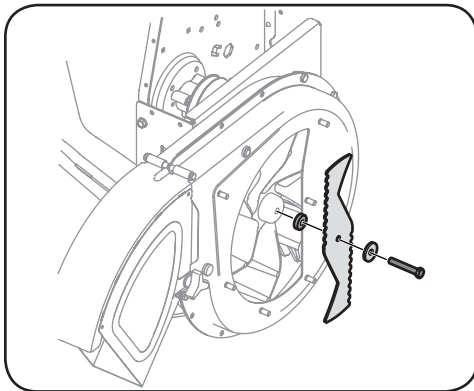

Figura 5-16
8. Saque el perno hexagonal, la arandela plana y el espaciador para liberar totalmente la cuchilla de la trituradora. Vea la Figura 5-16.